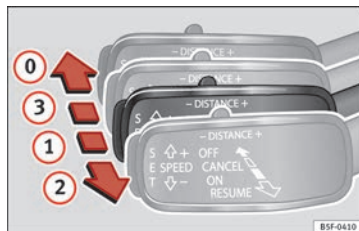

Fig. 202 À esquerda da coluna de direção: terceira alavanca para utilizar o controlo adaptativo de velocidade.
É possível ativar novamente o ACC puxando a alavanca para a posição ② » Fig. 202.